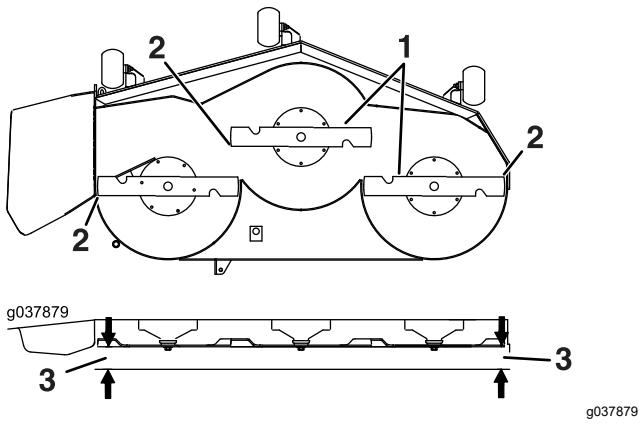

Figure 94
6. Mesurez la distance entre la pointe des lames et le sol plat (Figure 94). Si les deux mesures diffèrent de plus de 5 mm (3/16 po), ajustez l'horizontalité des lames; poursuivez cette procédure.
14. Tournez prudemment les lames pour qu'elles soient parallèles dans le sens transversal (Figure 94).